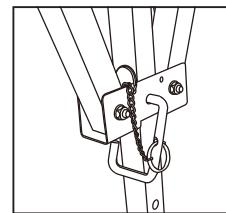

рис.5
- Надёжно зафиксируйте собранный рабочий стол на станине при помощи U-образных скоб фиксаторов [см. рис. 5]